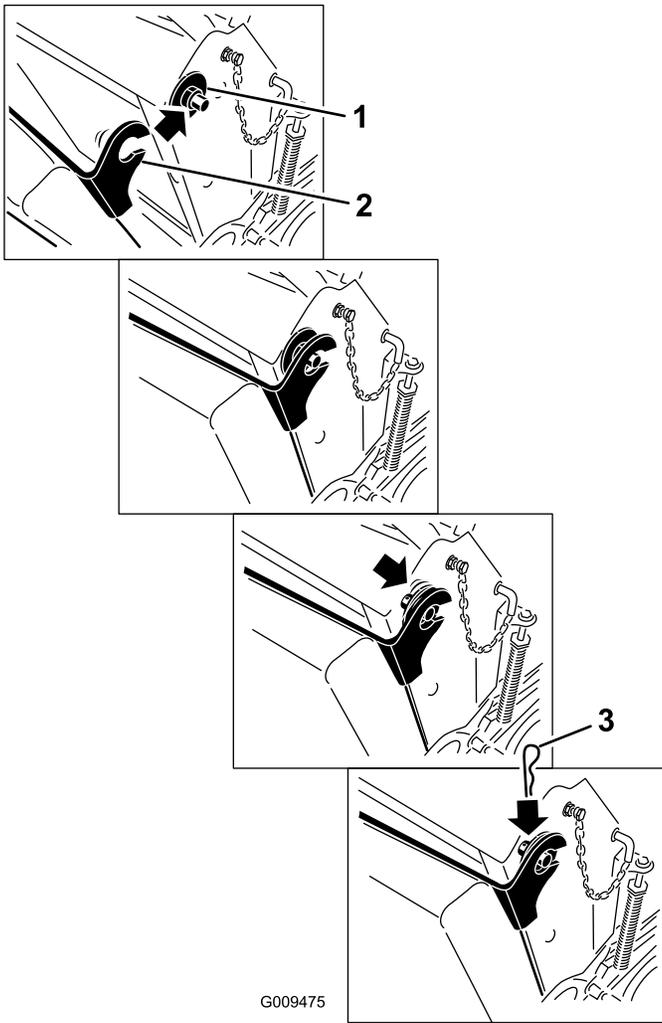

Figure 34
- 6. Relevez le coussin et engagez-le sur les goupilles de chaque côté de la machine (Figure 34).
- 7. Insérez les bagues en plastique des grandes rondelles dans les supports du coussin et fixez-les en place avec une goupille fendue (Figure 34).